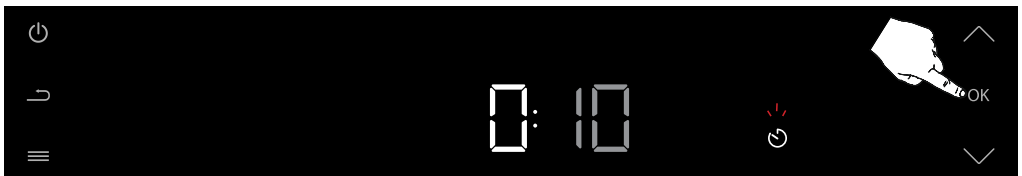

Abbildung 92
Drücken Sie einmal die Bestätigungstaste (OK), um die eingestellte Minutendauer zu bestätigen. (siehe Abbildung 92)